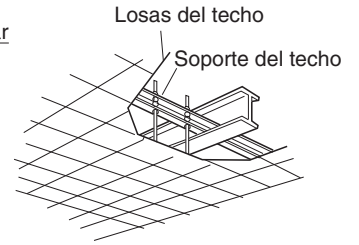

Fig. 3-9
- Utilice los soportes del techo existentes o construya un soporte adecuado como se muestra en el diagrama. (Fig. 3-9)